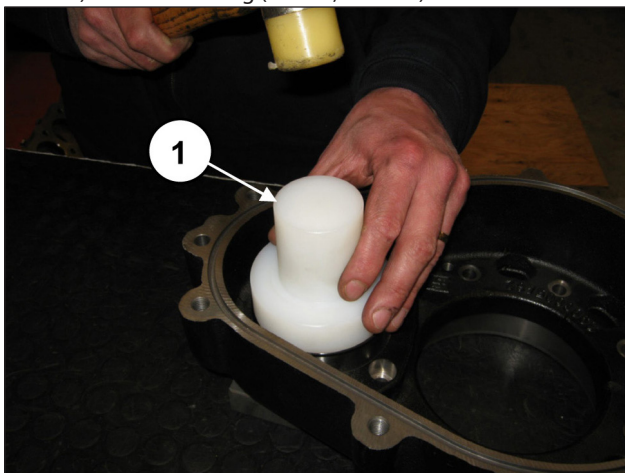
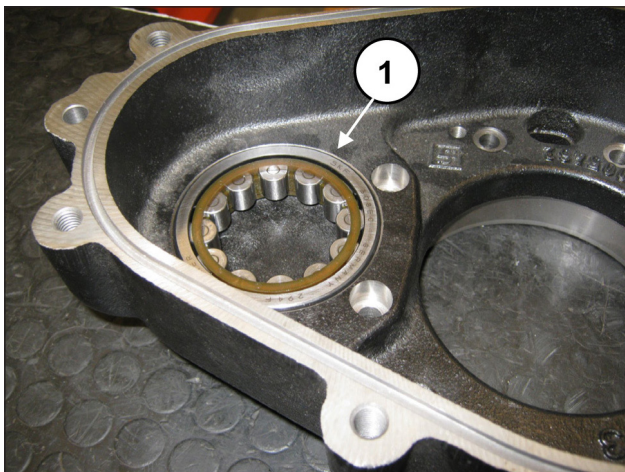

Abb. 51
Abb. 52
Montieren Sie vorläufig am Getriebegehäuse den Außenring des Ritzlagers mithilfe des Werkzeugs Art. 27604900 (Pos. ①, Abb. 51) bis auf Anschlag (Pos. ①, Abb. 52).